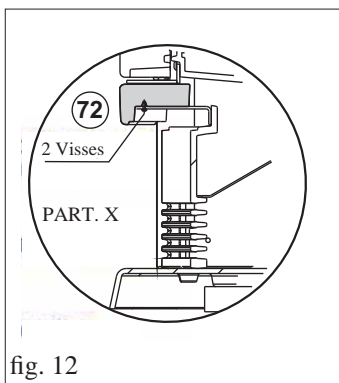

fig. 12
- Placer la façade inférieure antérieure (72) et la fixer avec les 2 vis M6x12 (en utilisant une clé à six pans) comme indiqué dans le détail "X" (fig. 12)